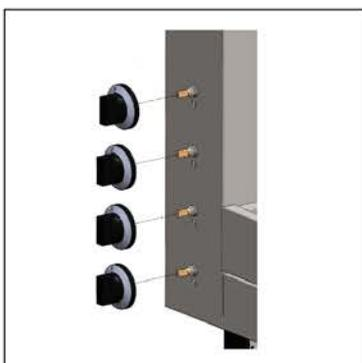

Figure 5
- Remove On-Off Knob of Heater Mechanism (Figure 5&6).
- Similarly, Fix On-Off Knob in its place (Figure 5&6).
- Entfernen des Ein/Ausschaltknopfes vom Heizmechanismus (Bild 5&6.)
- Einsetzen des Ein/Ausschaltknopfes in der gleichen Weise (Bild 5&6.)